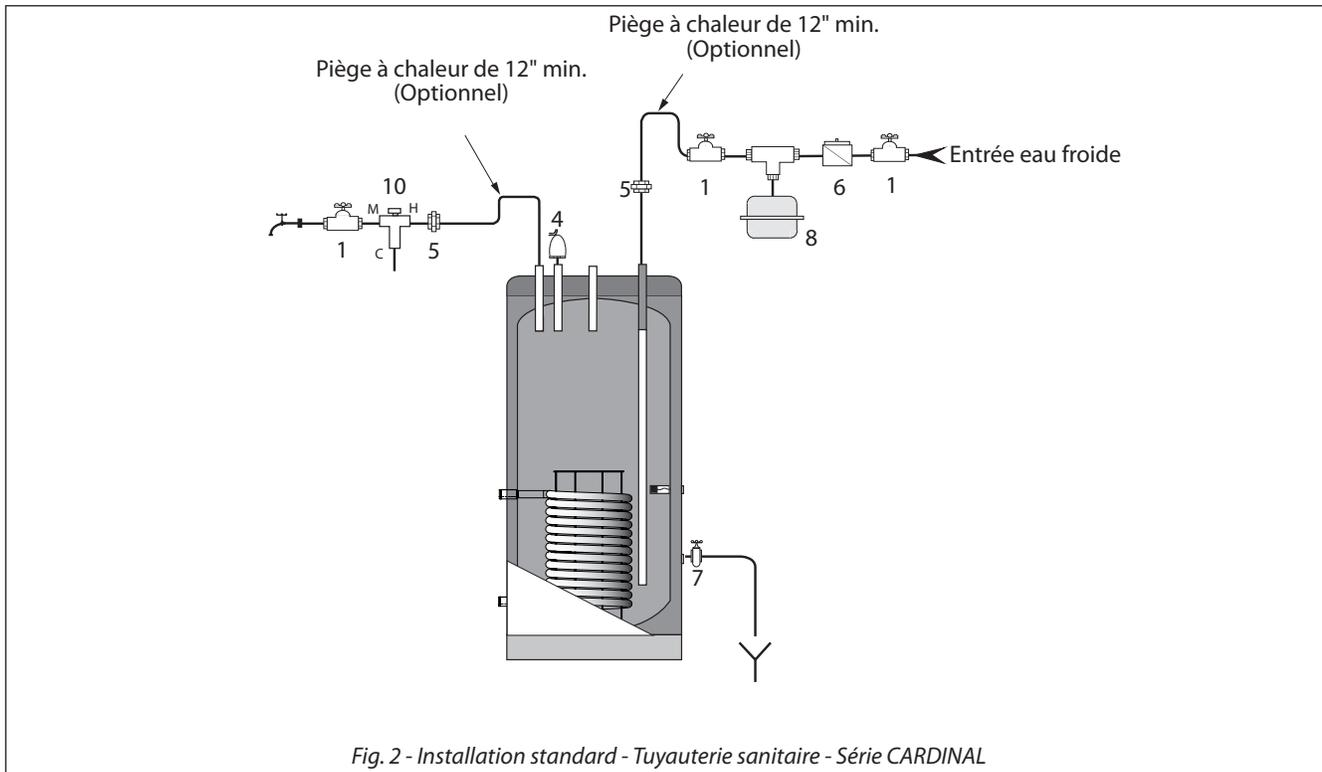

Fig. 2 - Installation standard - Tuyauterie sanitaire - Série CARDINAL
Installez la soupape de sûreté T&P dans le raccord T&P situé sur le dessus du chauffe-eau (voir «**Fig. 2**» à la page 8).
- Installez le robinet de vidange sur le raccord de vidange (voir «*Fig. 2*» à la *page 8*).
- Pour le schéma de la tuyauterie d'eau sanitaire, se référer aux «*Fig. 2*» à la *page 8* et «*Fig. 3*» à la *page 8*.